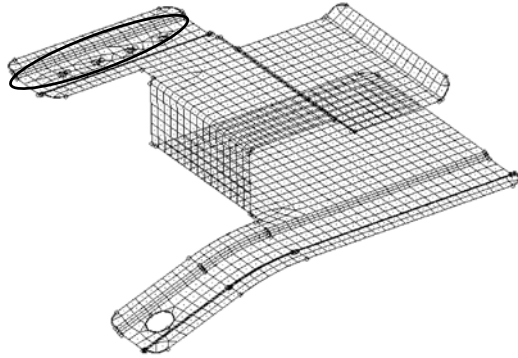

图 4-11 模型中符合搜索条件的小孔位置
- (1) 通过以下任一种方式进入 Defeature 面板。
- (2) 进入 pinholes 子面板。
- (3) 在 diameter 栏中输入 3.0。
(4) 选择 `surfaces>all`。
(5) 单击 `find`，寻找直径小于或等于 3 的小孔。如图 4-11 所示，符合条件的圆孔中心将以高亮 xP 符号显示。